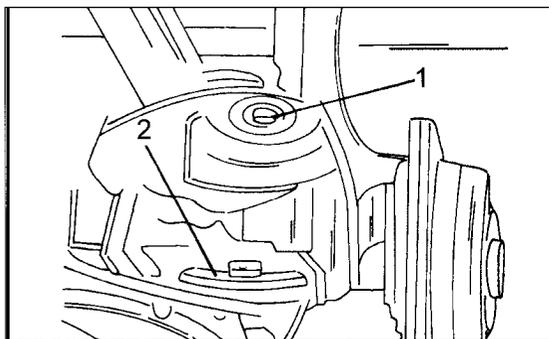

Bild 284
Federn sind an den in Bild 284 gezeigten Stellen mit Farblecks gekennzeichnet. An Stelle (1) wird man immer eine gelbe Farbmarkierung vorfinden, welche auf die Ausführung der Feder hinweist. Unterschiedlich ist die Bezeichnung an Stelle (2). An dieser Stelle ist die Feder entweder mit einem roten oder blauen Farblecks gezeichnet, welche auf die Spannungstoleranz der Feder hinweisen. Wird eine Feder erneuert, muss man immer eine Feder mit der gleichen Kennzeichnung einbauen.
- Die beiden Federsitze oben und unten in die richtige Lage bringen und die immer noch zusammengepresste Schraubenfeder dazwischen einsetzen. Da man die Feder verkehrt herum einbauen kann, benutzt man die Farbmarkierungen zur Ausrichtung. In Fahrtrichtung gesehen müssen die Farbkennzeichnungen an der Rückseite liegen. Eine Abweichung von mehr als 30° nach links oder rechts ist dabei nicht zulässig. Ausserdem muss sich die gelbe Markierung (1) in Bild 284 an der Oberseite und die blaue oder rote Markierung an der Unterseite befinden. Manchmal passiert es jedoch, dass man die Farbmarkierungen einer ursprünglichen Feder nicht mehr sehen kann. Auch hier gibt es eine Lösung. In diesem Fall den Auslauf der Federwicklung an der Unterseite in Fahrtrichtung gesehen links anordnen.